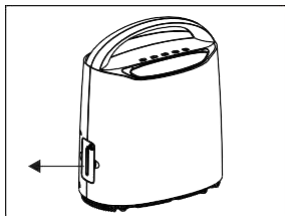

Figura 12
1. Trageți umidificatorul în direcția . (Figura 12)